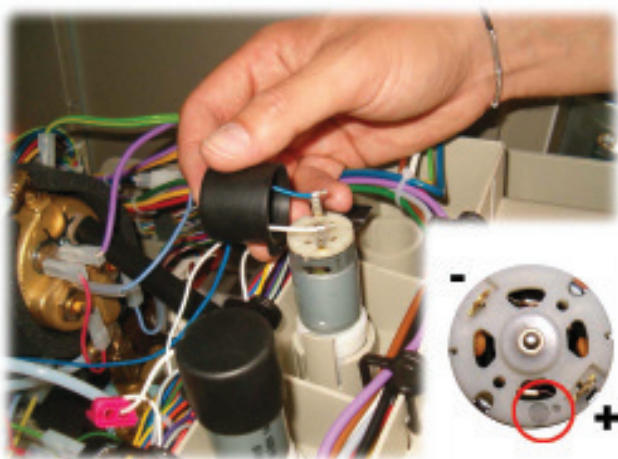

Abb. 5
5. Die Verkabelungen durch die entsprechenden Öffnungen in die Haube 9121.155 einführen. Nachfolgend den Getriebemotor verkabeln, indem das weiße Kabel an den Minuspol "-" und das rot/blau Kabel an den Pluspol "+" angeschlossen wird. Die beiden Kabel werden mit den Schellen NF11.011 befestigt (Abb. 5).